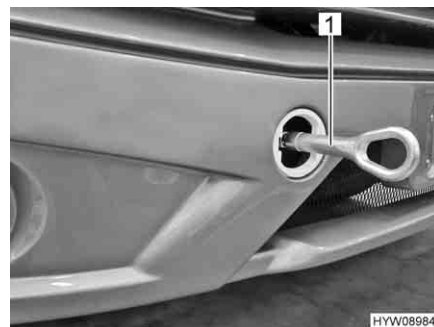

Fig. 48 Occhione di traino, montato (Mercedes-Benz)
- Montare l'occhione di traino (Fig. 48,1) come indicato nel manuale di funzionamento del veicolo di base.